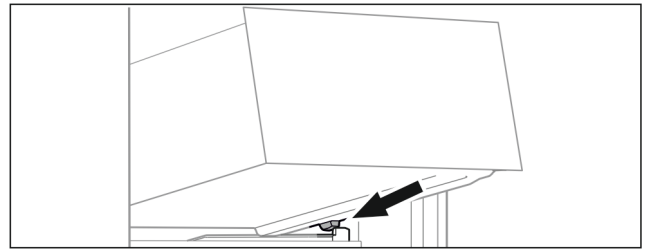

Fig. 167
- ▶ Наклоняя вниз, установите выдвижной ящик на стопоры на контейнерное ребро. (см. Fig. 167)